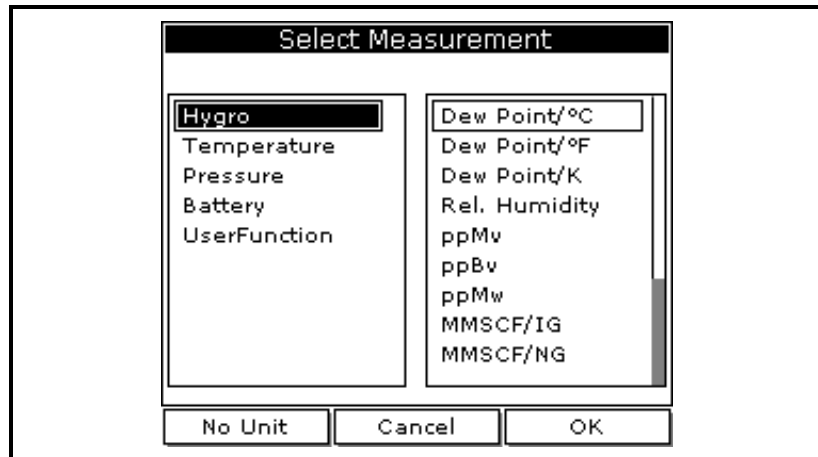

Figura 3-10: La ventana de Select Measurement
1. Use la tecla [▼] para ingresar en un cuadro y pulse [ENTER]. Aparece una pantalla similar a la Figura 3-10 a continuación.